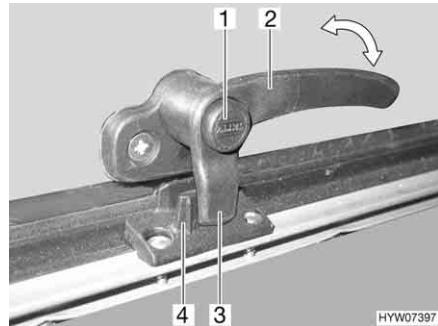

Fig. 44 Leva di serraggio in posizione "Chiuso"
- Premere il bottone di sicurezza (Fig. 44,1) e mantenerlo premuto.
- Ruotare la leva di serraggio (Fig. 44,2) di un quarto di giro verso il centro della finestra.
- Ruotare la leva di serraggio (Fig. 44,2) di un quarto di giro verso il telaio della finestra. Il nasello di chiusura (Fig. 44,3) della leva di serraggio si trova completamente sul lato interno della chiusura della finestra (Fig. 44,4).
- In posizione "Completamente chiusa" (Fig. 44)